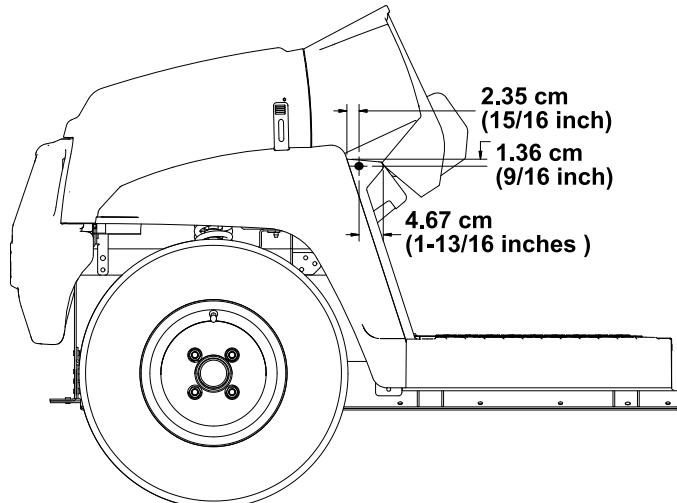

Рисунок 24
2. Просверлите одно отверстие (5/16 дюйма) по размерам, указанным на Рисунок 24, в наружной поверхности подножной панели с левой и правой стороны машины.